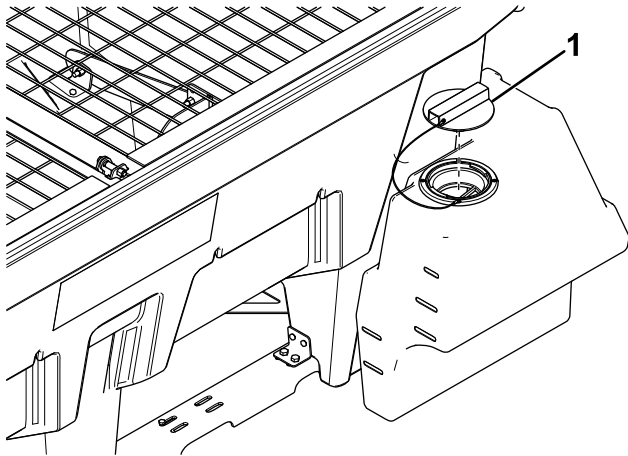

Figure 38
1. Nettoyez la surface autour du bouchon de la cuve (Figure 38).